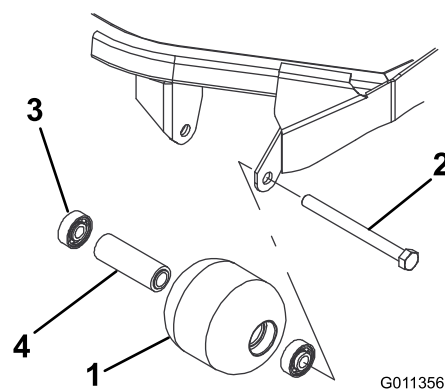

Рисунок 63
1. Снимите болт крепления валика (Рисунок 63).
- Осмотрите корпус, подшипники и распорную втулку подшипника валика на наличие повреждений (**Рисунок 63**). Замените все поврежденные компоненты и соберите их.
- Запрессуйте передний подшипник в корпус валика (**Рисунок 63**). Прикладывайте усилие только к наружному кольцу или одинаковое усилие к внутреннему и наружному кольцам.
- Вставьте втулку подшипника (**Рисунок 63**).
- Запрессуйте второй подшипник в корпус валика (**Рисунок 63**). Запрессуйте, нажимая с одинаковым усилием на внутреннее и наружное кольца до тех пор, пока внутреннее кольцо не войдет в контакт с проставкой.